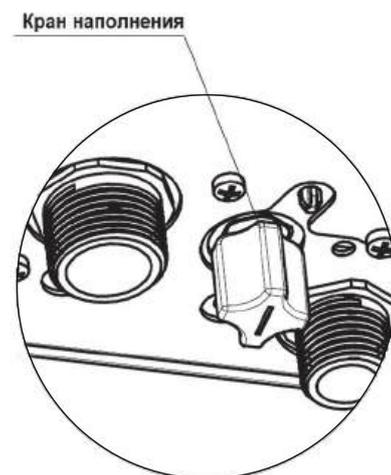

Рис. 11 Заполнение системы отопления (ГАЗ 6000 ..С RN)
- Заполните отопительную систему до давления 0,1-0,2 МПа (1-2 бар) и закройте кран для заполнения и слива. Для котлов ...С – как показано на рис. 11, для ...Н в монтажной схеме необходимо предусмотреть кран наполнения.